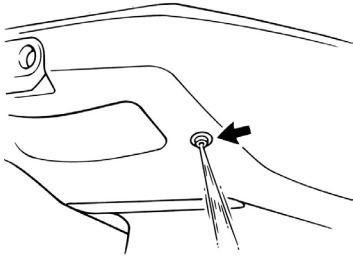

Рис. 32 Выход воды
1. После запуска двигателя проверьте выход воды из системы охлаждения двигателя. Вода должна течь постоянно (Рис. 32).